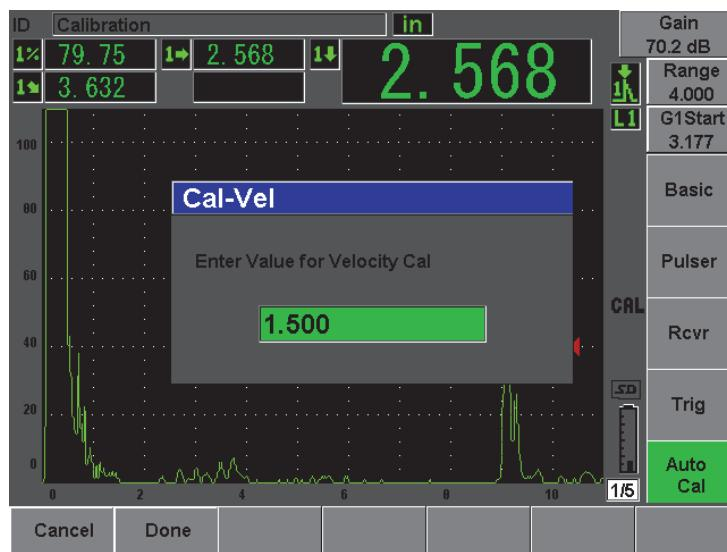

Рис. 10-29 Введение значения глубины для калибровки скорости
- Как только появится устойчивое значение, выберите **Auto Cal > Cal-Vel** (Автокалибровка - Калибр. скорости). Изображение на экране фиксируется и появляется окно **Cal-Vel** (Калибр.-Скор.). См. Рис. 10-29 на стр. 197.